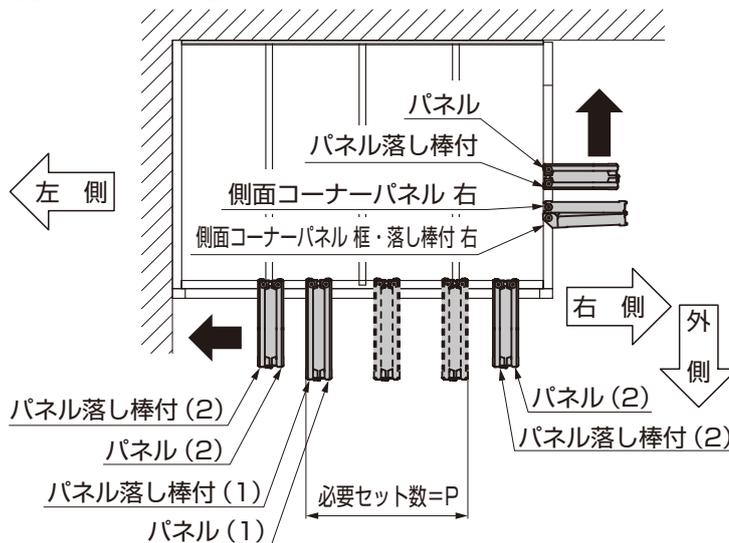

図12-6
- 折戸パネルおよび折戸パネル落とし棒付は図12-6の順番に吊り込んでください。順番を間違えると折戸パネルが正しく機能しません。